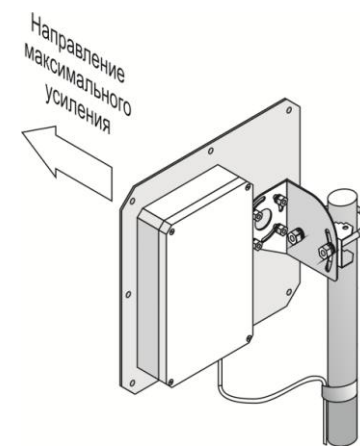

Рисунок 2. Установка антенны на мачту
1. Прикрутите разъемы адаптеров (1) к входам антенны (2) (рисунок 2). Подключите вторые разъемы адаптера (3) к входам модема/роутера (4). Подключите модем (5) к разъему (6) гермоввода RJ45, аккуратно поместите подключенный модем в бокс (7). Установите уплотнительный шнур (8) в паз верхней крышки бокса (9) (если он не установлен производителем). Аккуратно, без лишних усилий прикрутите верхнюю крышку на винты (10). Прикрутите «Г»-образную деталь крепления (11) к экрану антенны (12) при помощи шайб и гаек (13). Соберите крепление, продев «U»-болт (14) через зубчатое крепление (15) и «Г»-образную деталь, накрутите гайки и шайбы (16). Вставьте разъем (18) длинного патч-корда в разъем (17) гермоввода RJ45. Аккуратно затяните гайку (20) гермоввода.
2. Прикрутите антенну (рис. 3) к мачте затянув гайки на «U»- болте. Установите требуемый азимут и угол наклона антенны, так чтобы максимум усиления антенны был направлен в сторону предполагаемого нахождения БС. Первоначальное положение стрелки поляризации на маркировочной наклейке (19 на рис.2) должно быть вертикальным.